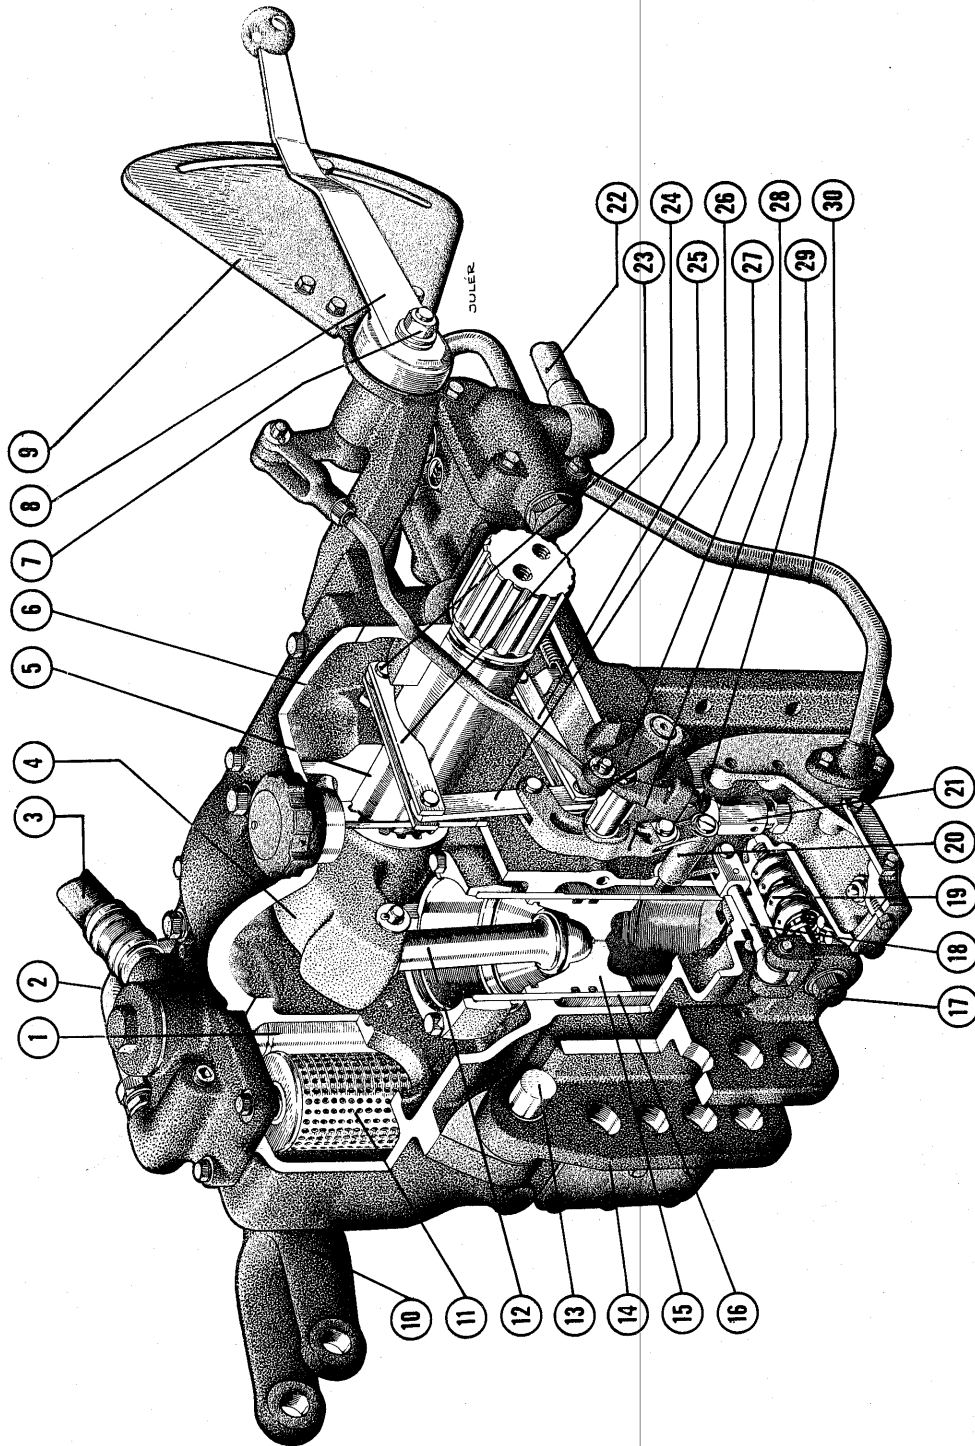

Fig. 34. Terra-Trol hydrauliksystemet.
Løftearmsakslen (5) fig. 34, er lejret i hydraulikhuset (6). Løftearmene (10) og armen (4) er indbyrdes forbundne ved noter på akslen. Stemplet (15) går i en udskiftelig foring (16), der fastholdes med bolte og er tætnet mod huset ved en O-ring forneden. Cylinderen er ved røret (30) forbundet med reguleringsventilen.
Numrene svarer til de i fig. 34 anvendte.